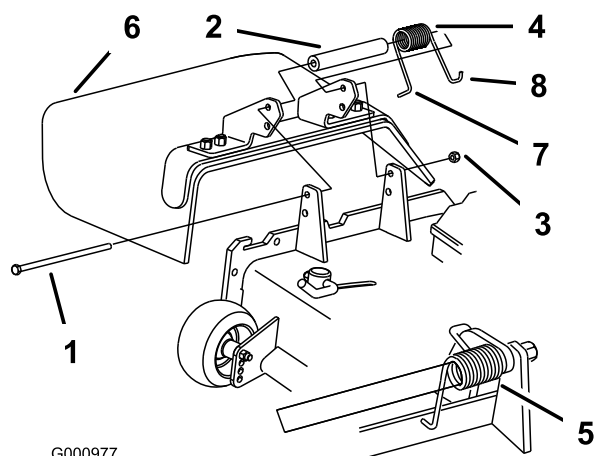

Figura 38
1. Retire la contratuerca, el perno, el muelle y el espaciador que sujetan el deflector a los soportes de pivote (Figura 38). Retire el deflector de hierba dañado o desgastado.
Nota: Asegúrese de colocar el extremo en **L** del muelle detrás del reborde de la carcasa antes de instalar el perno, según se muestra en Figura 38.
3. Instale el perno y la tuerca. Coloque el extremo en **J** del muelle alrededor del deflector de hierba (Figura 38).